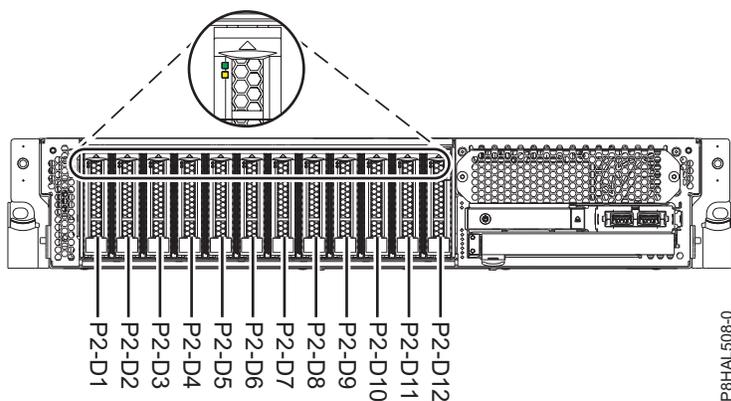
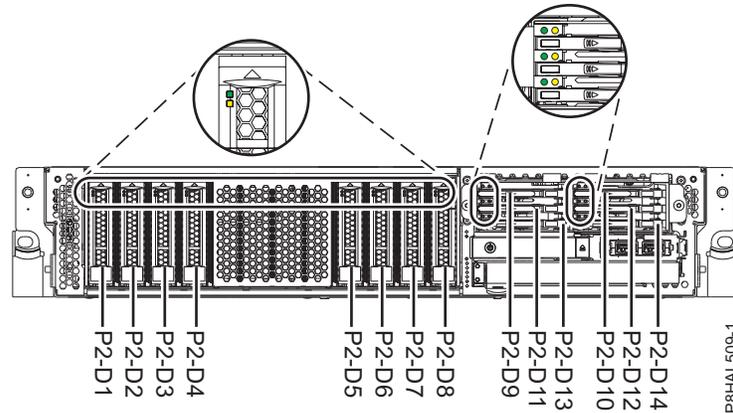

Figure 18. Emplacements des unités de disque et des voyants d'activité d'un système à fonction de base
Figure 19. Emplacements des unités de disque, des unités SSD et des voyants d'activité d'un système à fonction étendue
2. Déterminez l'emplacement dans lequel vous souhaitez installer une unité de disque ou une unité SSD. Les emplacements de l'unité de disque et de l'unité SSD sont situés à l'avant d'un système. Des emplacements SSD supplémentaires sont également disponibles dans un système à fonction étendue. La figure 18 et la figure 19, à la page 23 illustrent les emplacements des unités de disque, des unités SSD et des voyants d'activité. Les voyants d'activité sont situés au-dessus de la poignée de verrouillage des unités de disque.